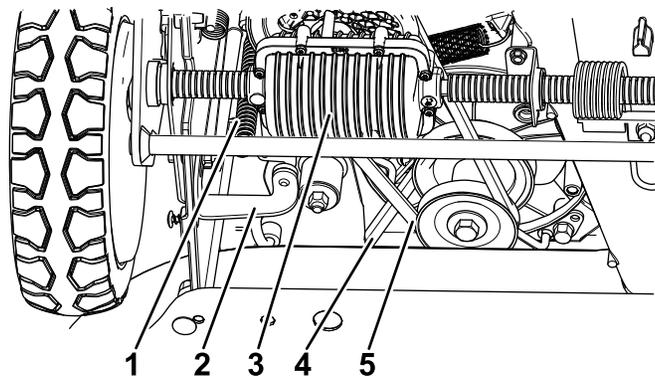

Figura 51
6. Allentate la staffa e ruotatela in avanti (Figura 51).